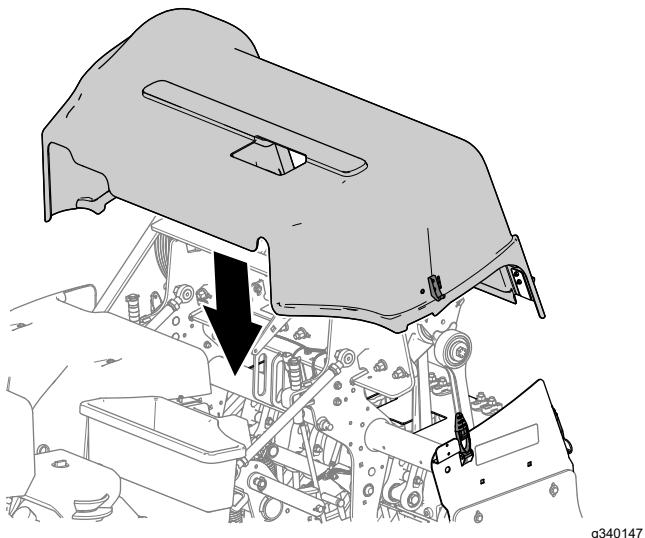

Bild 152
1. Richten Sie die Abdeckung des Aerifizierkopfs, wie in Bild 152 dargestellt, an der Maschine aus.